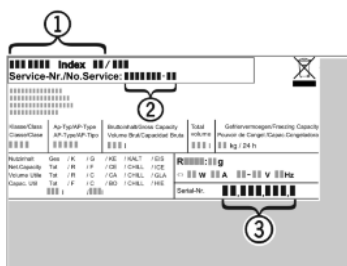

Fig. 35
- ▶ Z typového štítku odčítajte označenie zariadenia Fig. 35 (1), servisné č. Fig. 35 (2) a sériové č. Fig. 35 (3). Typový štítek je na ľavej vnútornej strane zariadenia.
- ▶ Upovedomte zákaznícky servis a oznámte chybu, označenie zariadenia Fig. 35 (1), servisné č. Fig. 35 (2) a sériové č. Fig. 35 (3).